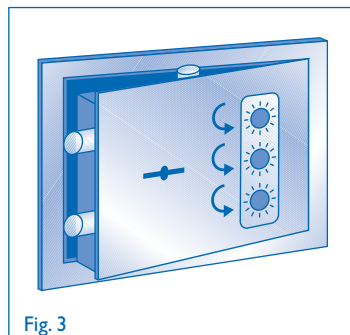

Fig. 3
- C) Tourner à ZERO les compteurs vers la gauche, jusqu'à l'arrêt (Fig. 3).